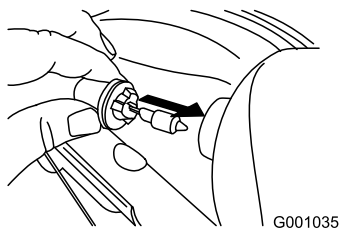

Figure 63
4. Introduisez une ampoule neuve dans le phare par l'arrière (Figure 63).